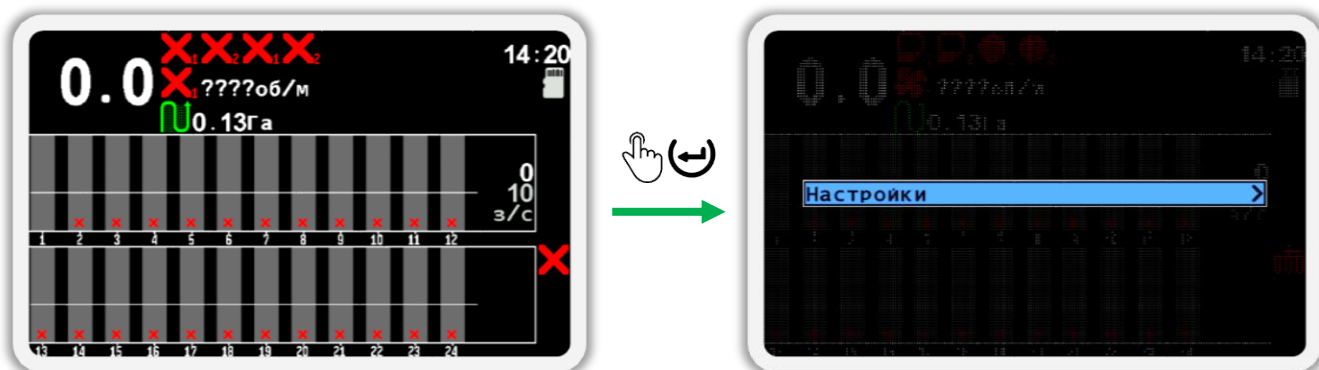

Рисунок 58
- На главном экране нажмите кнопку  «Меню». В результате на экране будет показано меню с одним пунктом  «Настройки» (см. Рисунок 58).